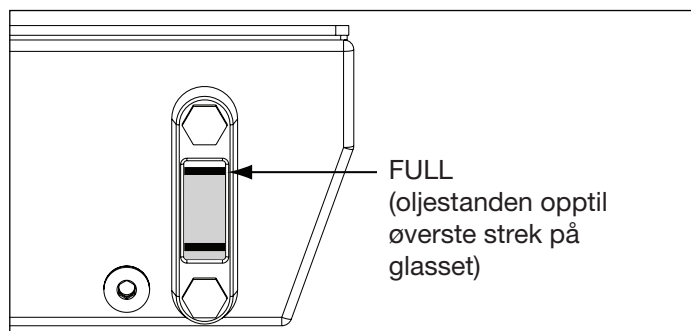

Figur 1, luftelukk og oljefyllplugg
Se figur 1. Det sitter en transportplugg (A) i luftpporten på toppen av tanken. Før du bruker pumpen må du skifte ut transportpluggen (A) med luftelokket (B) og adapterkoplingen (C).
Kontroller oljenivået på pumpen før oppstart. Tanken er full når oljestanden er opp til den øverste streken på nivåglasset, som vist i Figur 2. Om nødvendig, etterfyller du olje ved å ta oljefyllpluggen (D) ut av påfyllingsrøret, som vist i Figur 1. Bruk Enerpac HF-olje (ISO-grad 32).